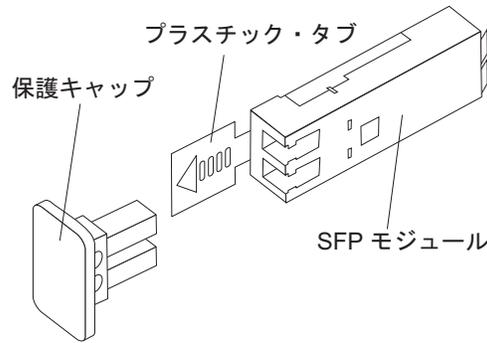

図 26. SFP モジュールのホスト・ポートへの取り付け
4. 所定の位置に確実に収まるまで、SFP モジュールをホスト・ポートに挿入します。57 ページの図 26を参照してください。